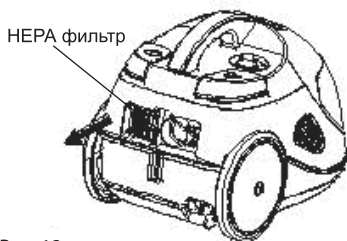

Рис. 13
2. Извлеките HEPA фильтр (Рис. 13).